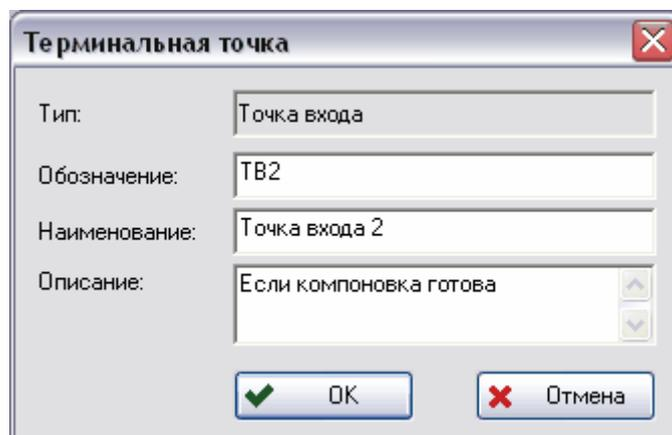

Рис. 2-8. Создание точки входа
3. В появившемся диалоговом окне **Терминальная точка** установите необходимые параметры (рис. 2-8).